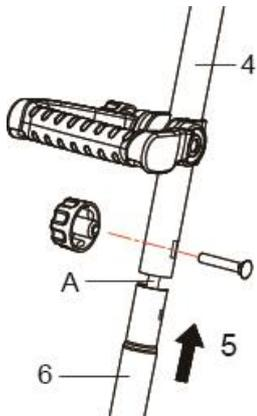

Рис. 2
- Направляющая штанга (Рис. 2)